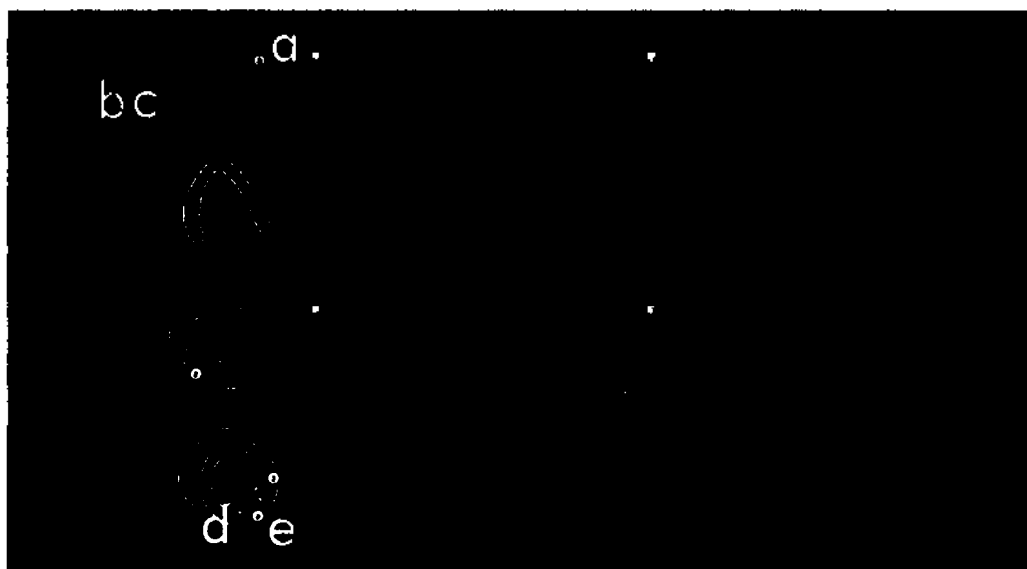

Рис. 13-12. Экран анализа
3. Чтобы перейти к другим группам используйте **трекбол** для перемещения курсора к стрелкам в нижней части окна сегмента стенки. Нажмите на стрелку для перехода к другой группе. Дополнительные пояснения см. в пункте F, Рис. 13-12.